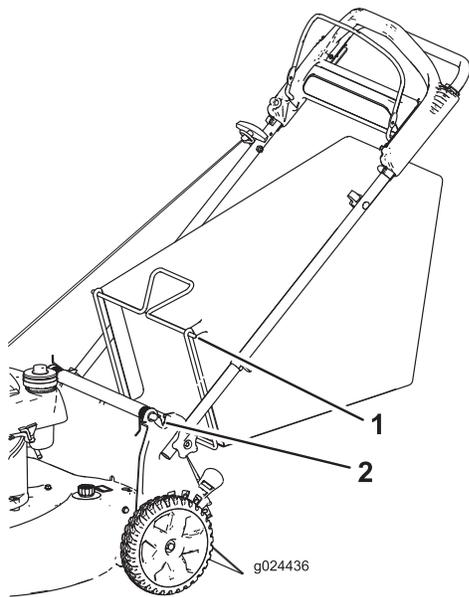

Figure 14
2. Montez le bac à herbe en veillant à placer les ergots dans les crans du guidon (Figure 14).